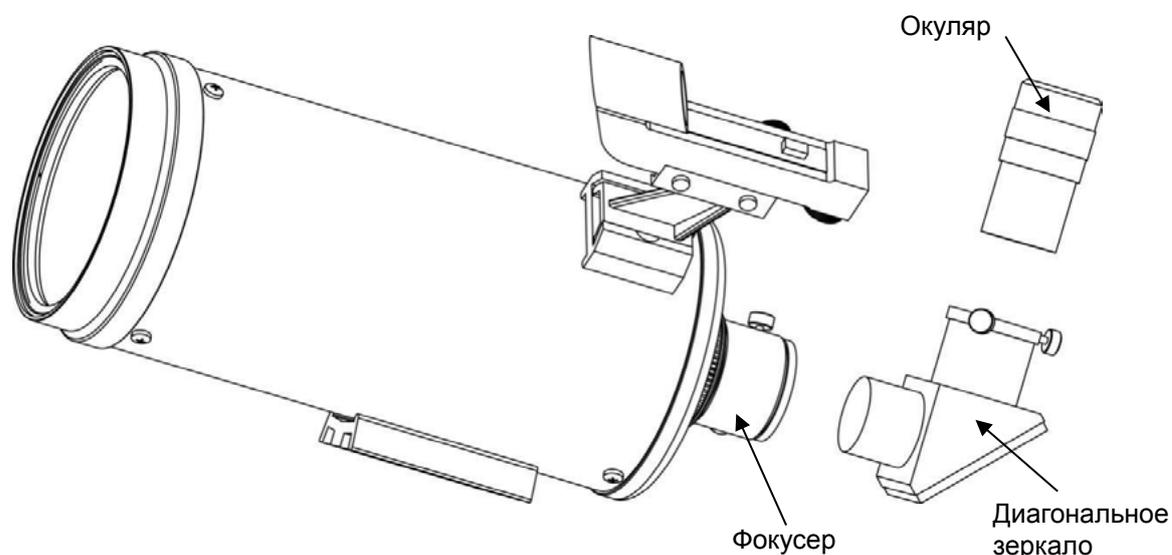

Рис. 8.2
2. Ослабьте винты с накатанной головкой на диагональном зеркале, вставьте окуляр в диагональное зеркало и затяните винты с накатанной головкой для фиксации окуляра в диагональном зеркале (рис. 8.2).